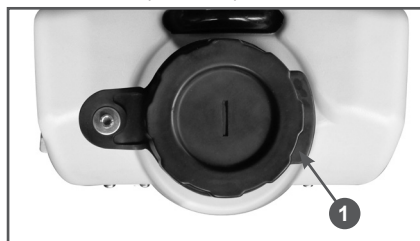

Рис. 23 Крышка бака для воды
2. Удерживая бак одной рукой, другой рукой потяните вверх крышку бака за козырёк 1 и снимите крышку с горловины бака (Рис. 23).